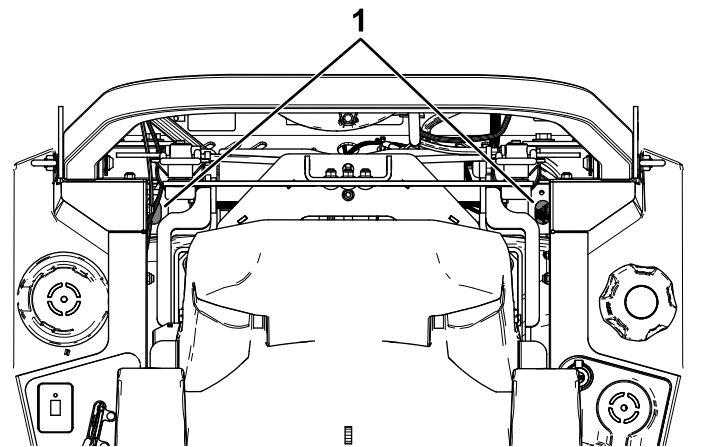

Figure 66
4. Utilisez une rallonge et une douille de 7/16 pouce pour accéder au bouchon d'aération par le haut de la machine, en passant par les trous près des supports de l'arceau de sécurité (Figure 66).